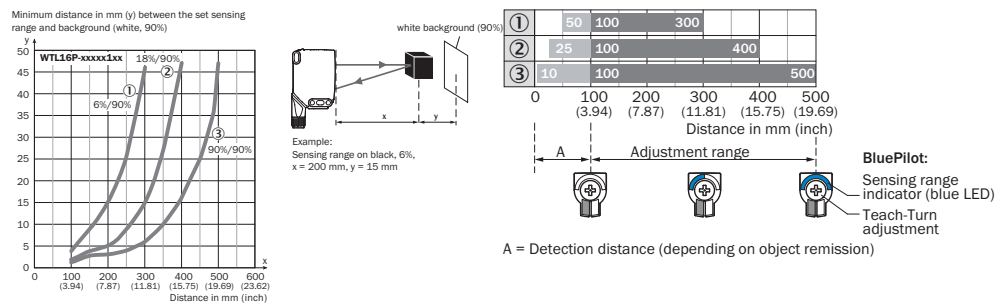
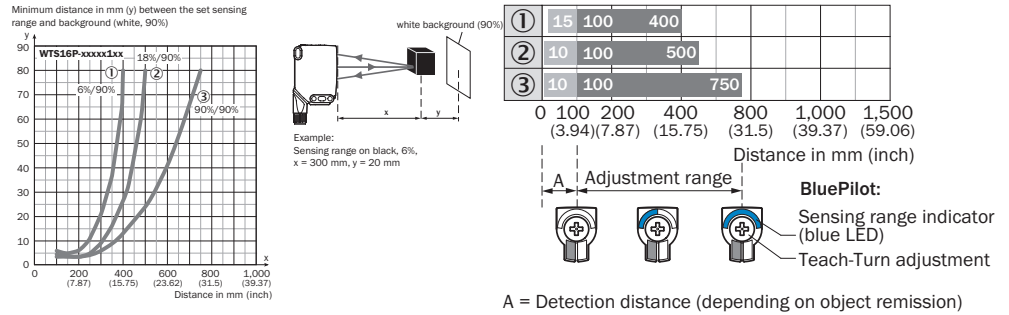

Figura 76: Curva característica 1, WTL16 Blue-tooth@-xxxx1xx, luz roja
Figura 77: Curva característica 1, WTS16 Blue-tooth@-xxxxx1xx, luz roja
Comprobar las condiciones de aplicación: comparar la distancia de conmutación y la distancia respecto al objeto o al fondo, así como la capacidad de reflectancia del objeto, con el diagrama correspondiente [véase figura 76, figura 77] (x = distancia de conmutación, y = distancia mínima entre la distancia de conmutación ajustada y el fondo [blanco, 90%]). Reflectancia: 6% = negro ①, 18% = gris ②, 90% = blanco ③ (referido al blanco estándar según DIN 5033). Recomendamos realizar los ajustes con un objeto de reflectancia baja.
La distancia mínima (= y) para la supresión del fondo puede calcularse a partir del diagrama [figura 76 ①] del modo siguiente: